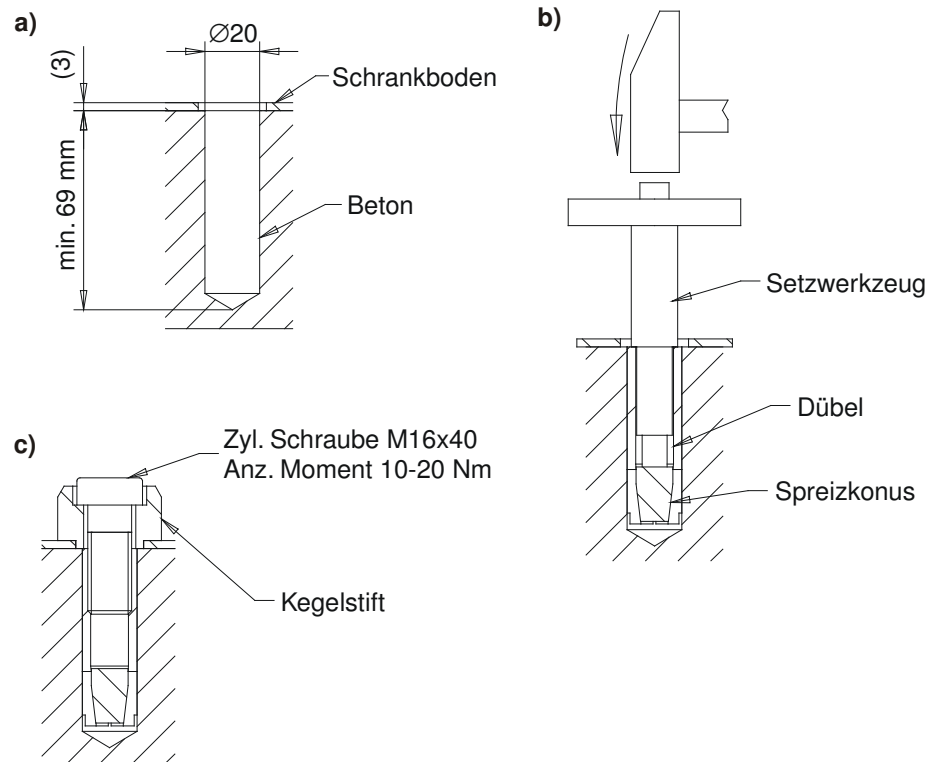

Bild 6-16
- a. Den Schrankboden als Bohrschablone für das Bohren der vier Dübellöcher verwenden. Mit Hartmetall-Hammerbohrer wie in Bild 6-16/a bohren. Das Bohrmehl aus dem Bohrloch entfernen.
- b. Die beiliegenden Dübel in das Bohrloch einführen und mit leichten Hammerschlägen eintreiben. Den Spreizkonus im Dübel mit dem Einschlagwerkzeug nach Bild 6-16/b so weit eintreiben, bis der Bund des Werkzeuges auf dem Dübel aufsitzt.
- c. Die Kegelstifte des Schrankes zentriert auf die Löcher der Bodenplatte setzen und mittels der mitgelieferten Zylinderschrauben entsprechend Bild 6-16/c montieren. Das Anzugsmoment beträgt 10 – 20 Nm.